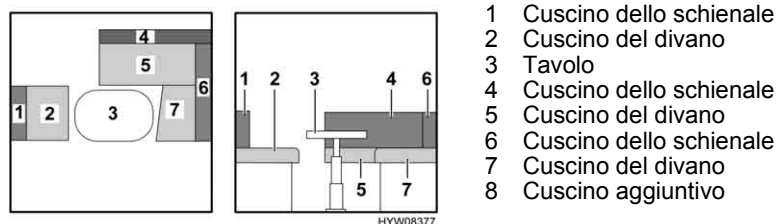

Fig. 39 Prima della trasformazione
- Trasformare il tavolo (Fig. 39,3) in struttura di supporto letto (vedi paragrafo 6.8).